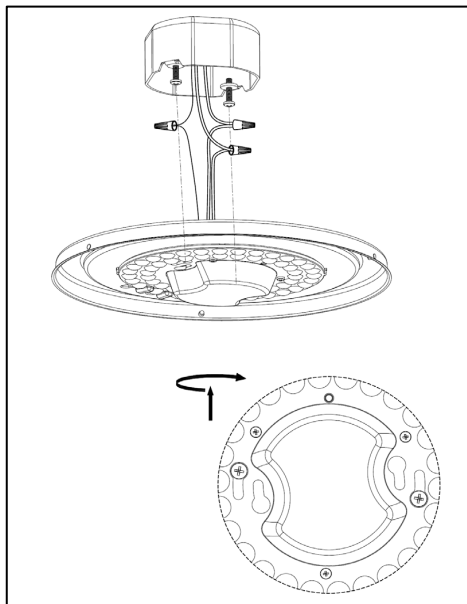

Figura 9
4. Sujete el montaje de la carcasa (2) en una mano y con la otra mano coloque los cables dentro de la caja de conexiones. (Consulte la Figura 9).
5. Gire el montaje de la carcasa (2) hacia la posición de cierre de la ranura en forma de ojo de cerradura. (Consulte la Figura 9).